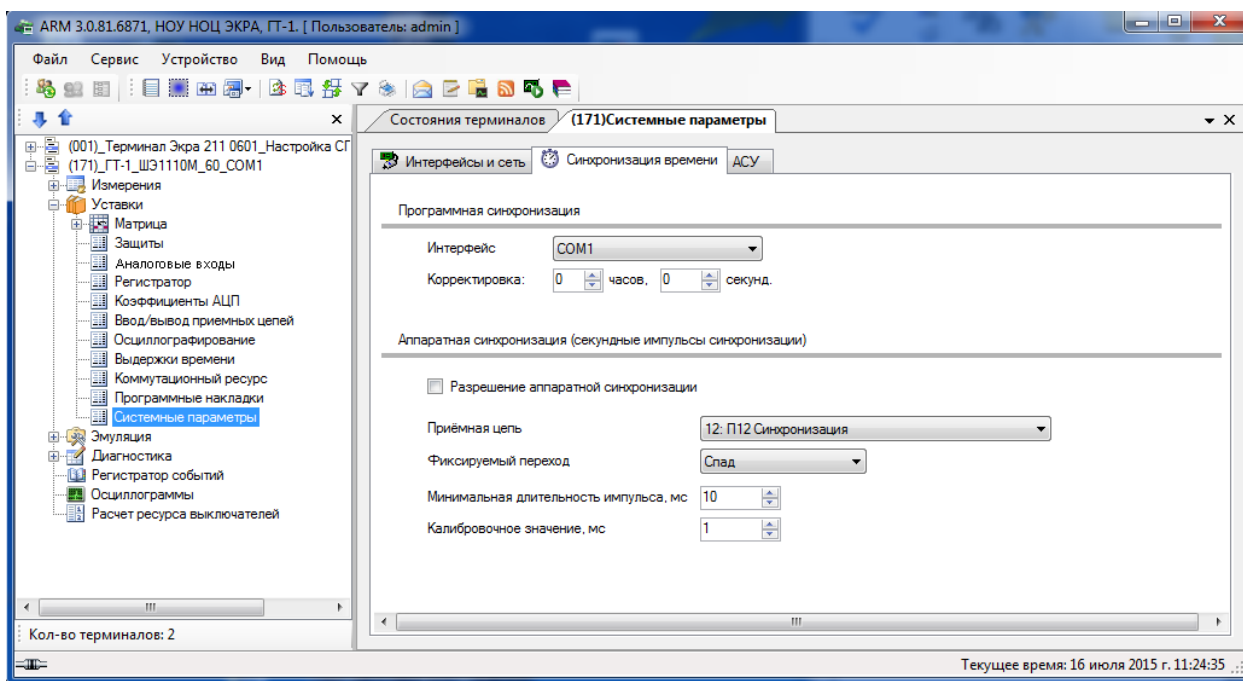

Рисунок 2.63
2.6.10.1.2 Вкладка Синхронизация времени (см. рисунок 2.63)